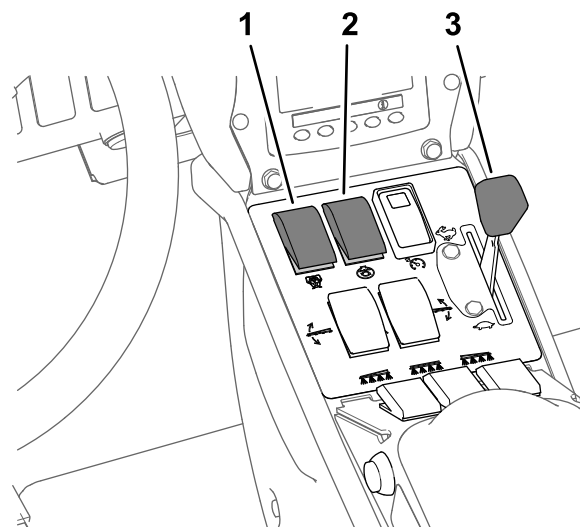

Figura 42
8. Ponga el interruptor de agitación y el interruptor de la bomba de fumigación en la posición de ACTIVADO (Figura 42).
9. Mueva el acelerador a la posición de RÁPIDO (Figura 42).
Nota: Este procedimiento supone que la bomba de fumigación está activada; consulte Figura 42, en Fumigación en el Modo de caudal de aplicación \(página 37\).
4. Ajuste el acelerador a la velocidad de motor deseada para la fumigación; consulte Figura 42, en Fumigación en el Modo de caudal de aplicación \(página 37\).